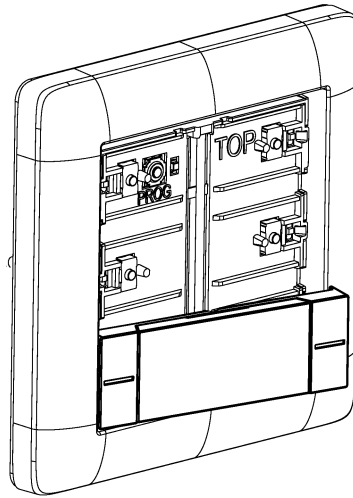

Figure 5: Mise en place latérale de l'interrupteur de commande à bascule
- Mise en place latérale de l'interrupteur de commande à bascule (voir figure 5).